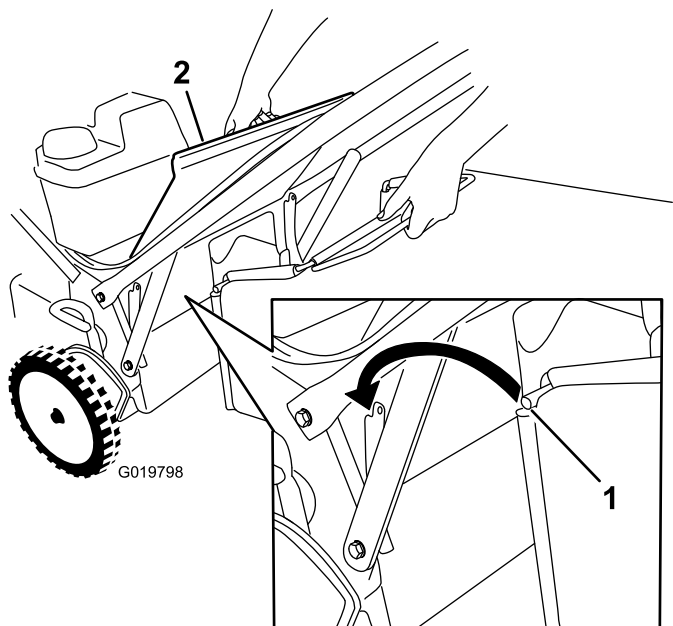

Рисунок 24
1. Поднимите и удерживайте заднюю крышку (Рисунок 24).
3. Вставьте штангу мешка в выемки в основании рукоятки и покачиванием мешка из стороны в сторону убедитесь в том, что штанга находится в нижней части обеих выемок; см. Рисунок 24.